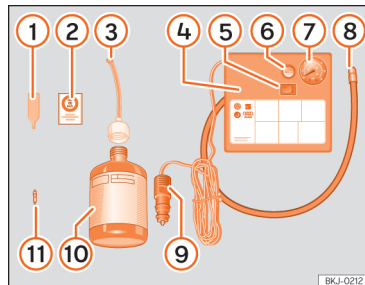

Fig. 195 Representação standard: conteúdo do kit antifuros.
O kit antifuros está localizado na bagageira, por baixo do revestimento do piso. Inclui os seguintes componentes » **Fig. 195:**
- Desenrosque a proteção e o obus da válvula do pneu. Utilize o aparelho »» Fig. 195 ① para retirar o obus. Coloque-o numa superfície limpa.
- Agite com força a garrafa de vedante de pneus »» Fig. 195 ⑩.
- Enrosque o tubo de enchimento »» Fig. 195 ③ na garrafa de vedante. O selo da garrafa partir-se-á automaticamente.
- Remova o tampão do tubo de enchimento »» Fig. 195 ③ e enrosque a extremidade aberta do tubo na válvula do pneu.
- Volte a colocar o obus com o aparelho »» Fig. 195 ① na válvula do pneu.
- Enrosque o tubo de enchimento do pneu do compressor »» Fig. 195 ⑧ na válvula do pneu.
- Verifique se o parafuso de evacuação de ar está fechado »» Fig. 195 ⑥.
- Ligue o conector »» Fig. 195 ⑨ a uma tomada de corrente de 12 volts do veículo »» Página 186.
- Ligue o compressor de ar com o interruptor ON/OFF »» Fig. 195 ⑤.
- Cole o autocolante »» Fig. 195 ② no painel de instrumentos, dentro do campo visual do condutor.
>>> **Fig. 195**  e verifique a pressão no manómetro .